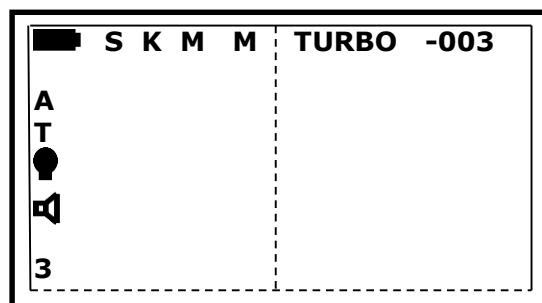

Рис. 10
*Информация в Вашем приборе может отличаться от указанной в инструкции. Если компенсация прошла успешно, прибор проиграет мелодию и перейдет в режим поиска (Рис. 10) (информация на дисплее может отличаться в зависимости от установленных настроек):